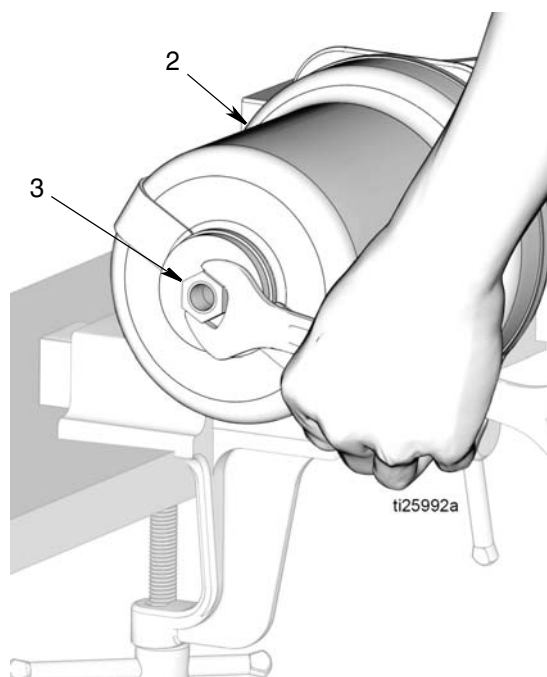

FIG. 54
- e. Visser le contre-écrou (3) du piston en haut du vérin pneumatique (2) comme indiqué à la FIG. 54. Serrer l'écrou à l'aide d'une clé. Puis serrer à un couple de 20,3 à 23,1 N•m (15 à 17 po-lb).